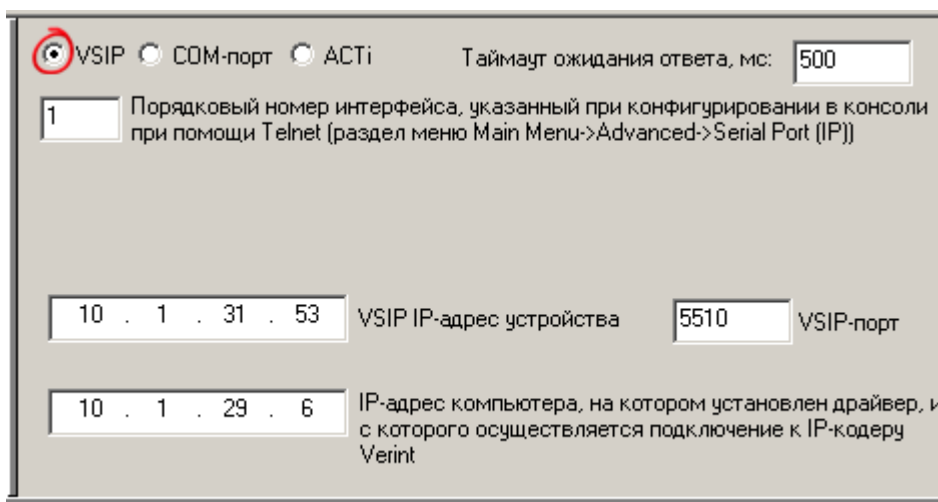

Рисунок 4 — Настройка подключения через кодер Verint
3. На странице свойств, в группе радиокнопок, предназначенных для выбора способа подключения поворотного устройства, выберите **VSIP** (рисунок 4).